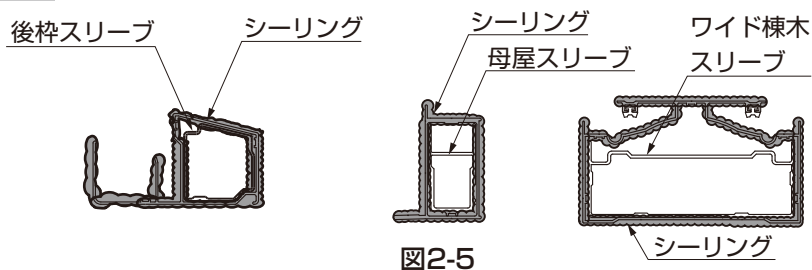

図2-5
- ①連棟部分にシーリング材を充てんしてください。(図2-5参照)